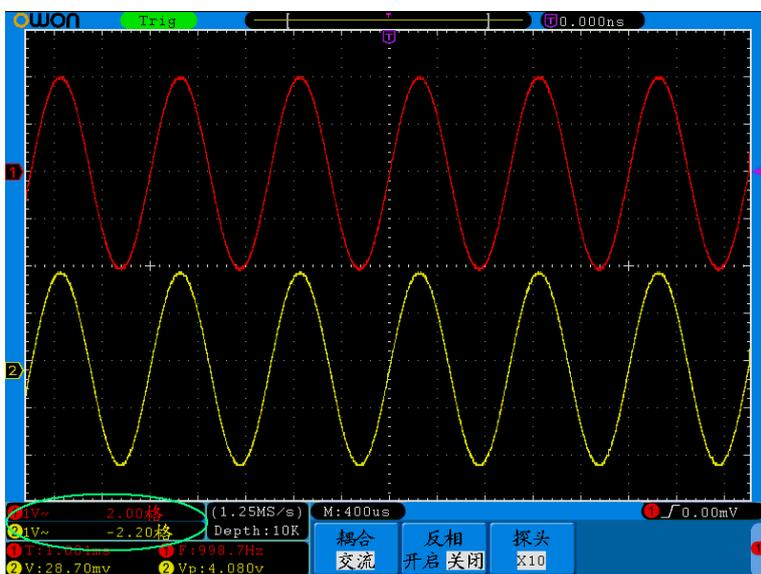

图 5-12：垂直位置信息
3. 调整通道波形的垂直位置时，在屏幕左下角显示垂直位置信息。见图5-12。